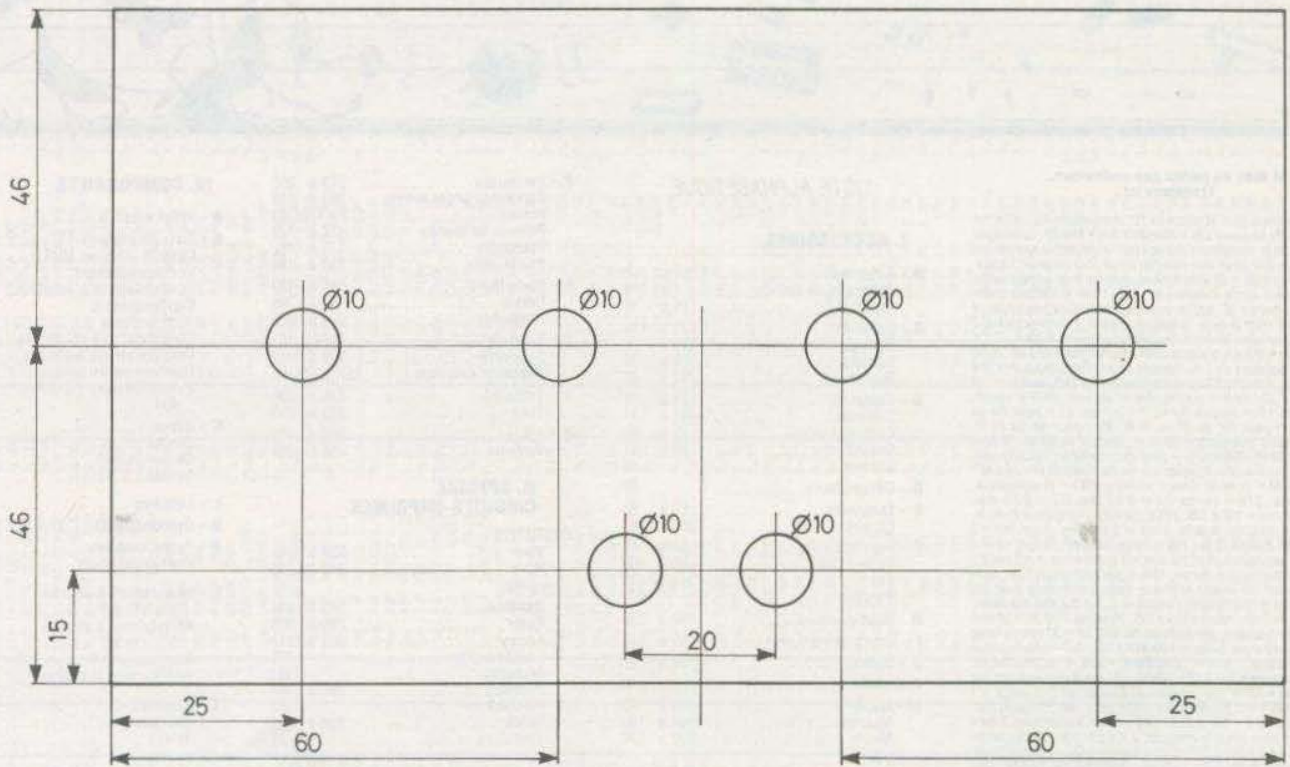

Fig. 3. - Plan de perçage de la face avant du coffret Teko forme pupitre référence 362.
**L'implantation des composants (fig. 3 et 4)**
La face avant en aluminium est, après perçage (fig. 3), équipée de ses commutateurs et des deux douilles de sortie.
Fig. 3. - Le schéma de principe général du montage en question fait appel à quelques transistors classiques. Le cœur du montage emploie une bascule bistable constituée par les transistors NPN  $T_1$  et  $T_2$ .